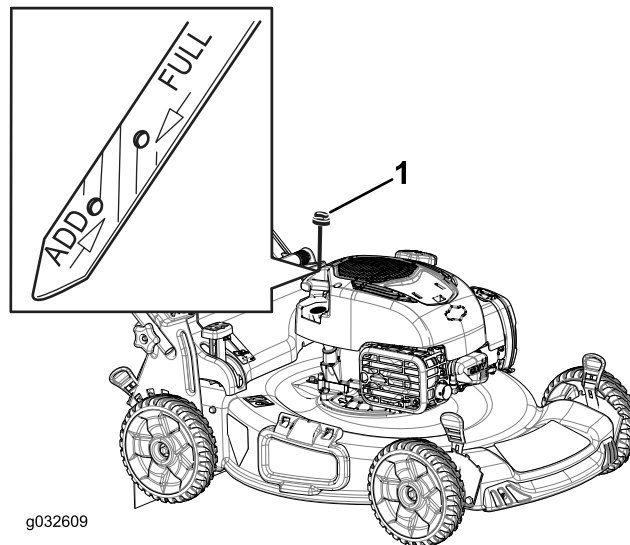

Figure 30
2. Retirez la jauge (Figure 30).
4. Versez de l'huile **lentement** dans le goulot de remplissage pour faire monter le niveau jusqu'au repère du plein (Full) sur la jauge (Figure 30). **Ne remplissez pas excessivement.**